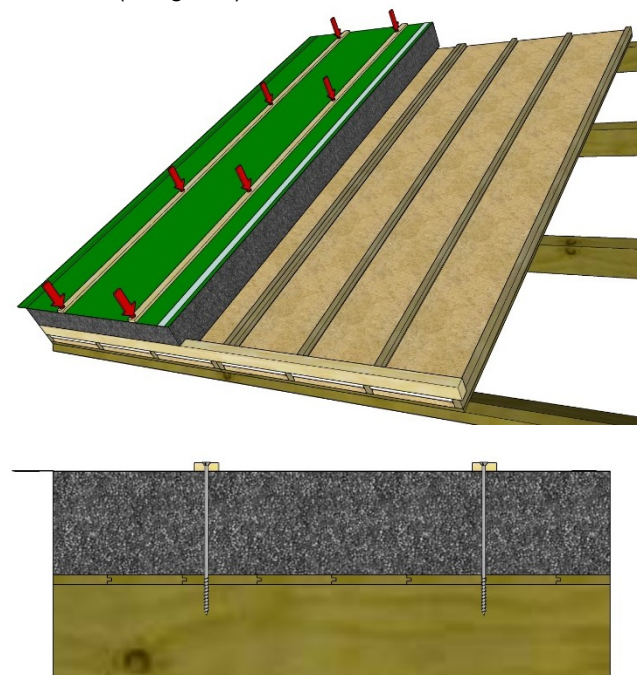

Figuur 5 - Afwaterende kunststof folie
- Voor afwatering over de dakvoet kan op de gemonteerde afschuifregel een afwaterende kunststof folie worden aangebracht (zie figuur 5).